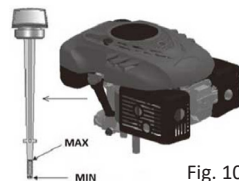

Fig. 10
- El tapón de drenaje se encuentra debajo del motor (fig. 10, n.º 1).
- Coloca un recipiente adecuado debajo del motor para recoger el aceite usado y retira el tapón. Inclina el cortacésped de manera que se vacíe todo el aceite del depósito. Una vez vaciado el aceite, vuelve a colocar el tapón en su sitio, asegurándote de que quede bien apretado, y limpia cualquier resto de aceite que se haya derramado (Fig. 10).
- Añade aceite SAE30 o 15W-40 al depósito de aceite. Cuando se inserte el indicador de nivel de aceite en el orificio y se enrosque, el nivel de aceite debe estar entre las marcas «Min» y «Max» (fig. 10). No llenes en exceso el depósito.